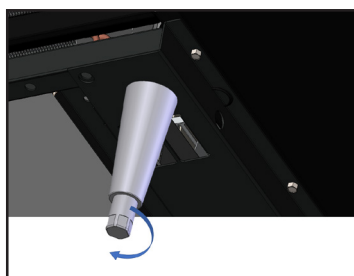

Fig. 5: Gire a haste inferior para nivelar o gabinete.
3. Se o gabinete não estiver nivelado, levante-o cuidadosamente e apoie a extremidade inferior. Com uma chave de boca ajustável, atarraxe ou desatarraxe a haste inferior para nivelar e apoiar o gabinete. Veja a Fig. 5.